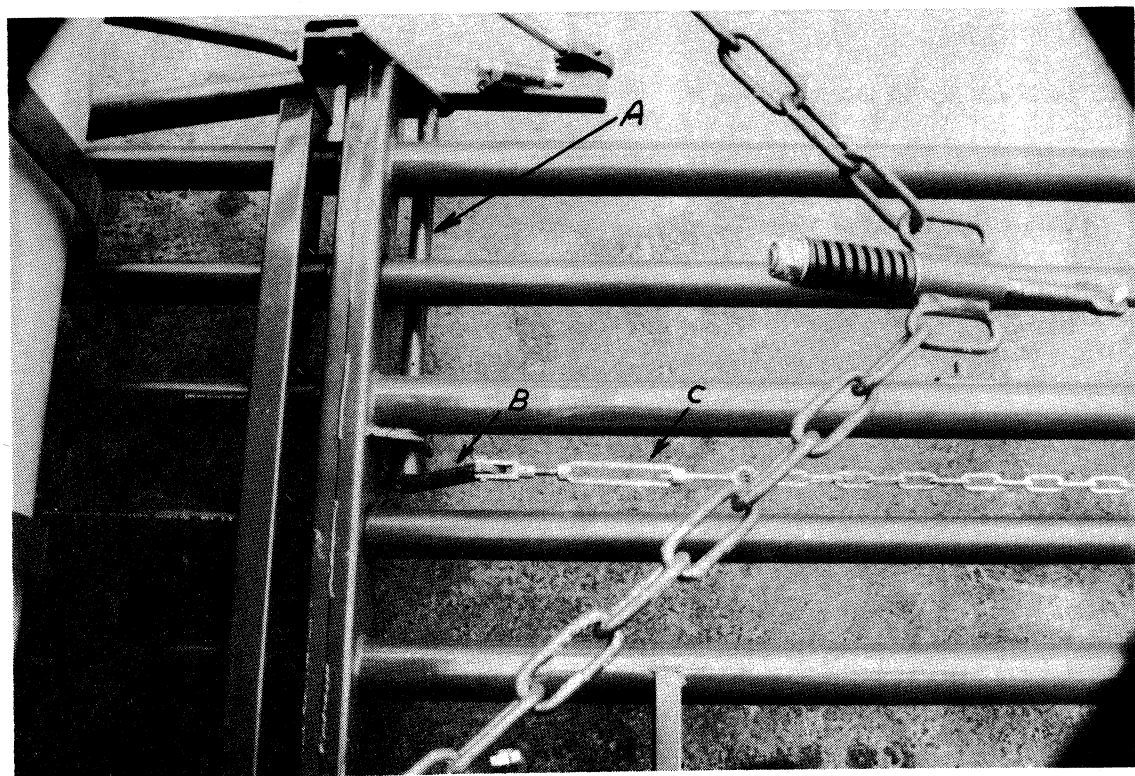

FIG. 1
1. Bomlyftaxeln A träs genom hälen invid bomfästet enligt bild 1. (Obs! höger och vänster). På axelns fria ända monteras svängarmen B, i vilken vantskruven och kedjan är fäst.